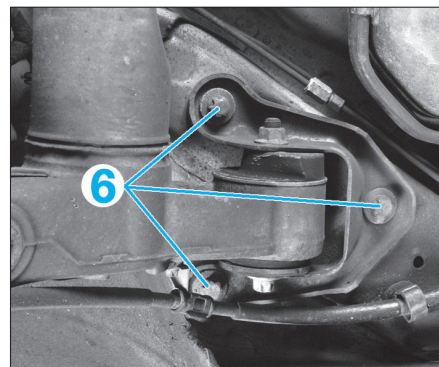

FIG. 14
- les 6 vis de fixation (6) du train arrière sur la caisse (fig. 14).